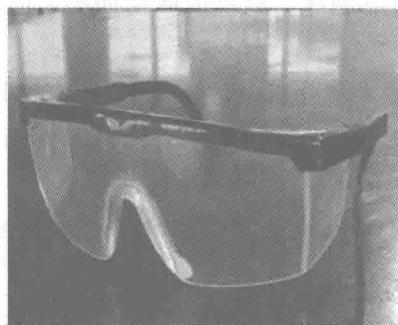

图 0-2 防护目镜
(1) 眼睛的防护 在汽车维护过程中会有意想不到的飞来物体或飞溅液体,在使用压缩空气、清洗剂等情况下应考虑佩戴防护目镜(图 0-2)。